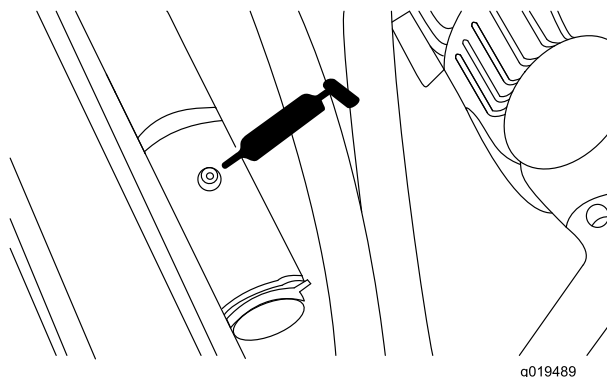

**Figura 37**
- Cilindros de elevación delanteros (3) (Figura 37 y Figura 38))